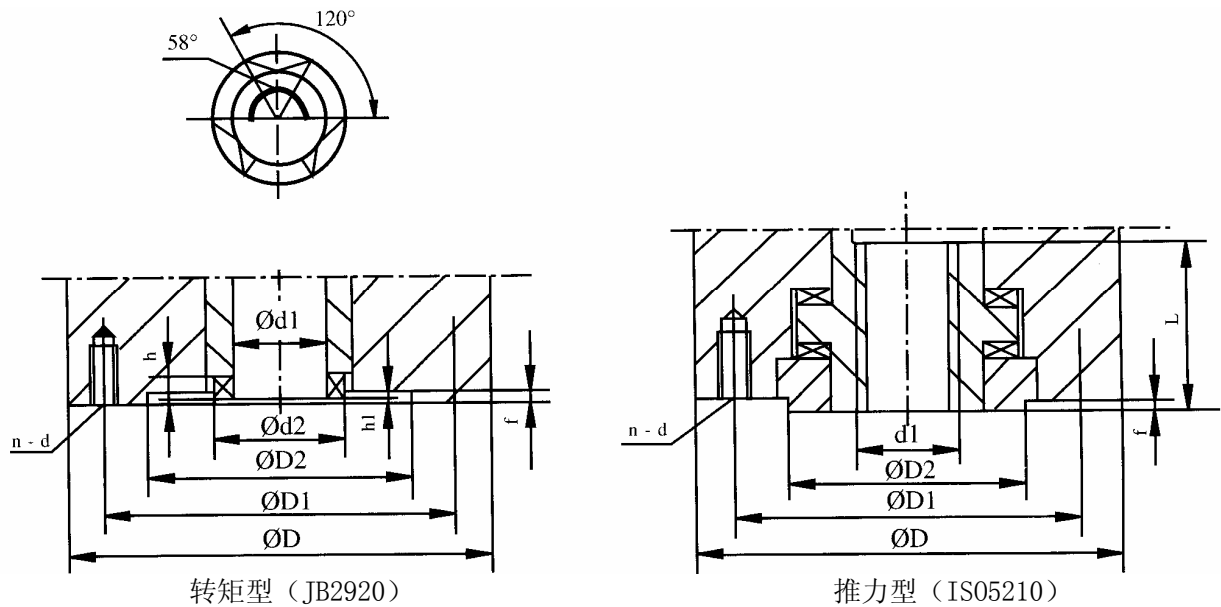

图 7. SND-ZJ5~ZJ1000 连接尺寸图
- 1) SND-ZJ180~ZJ1000 型电动执行机构由 SND-ZJ₁₂₀⁹⁰ 叠加直齿轮减速器组成, 叠加后的转矩、转速、电机功率等参数见表 1, 连接尺寸见图 7 和表 5。